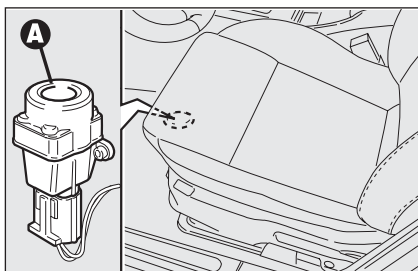

fig. 61
Per riattivare l'interruttore blocco combustibile premere il pulsante **A-fig. 61**.
- premere il pulsante **A-fig. 61** per riattivare l'interruttore blocco combustibile;